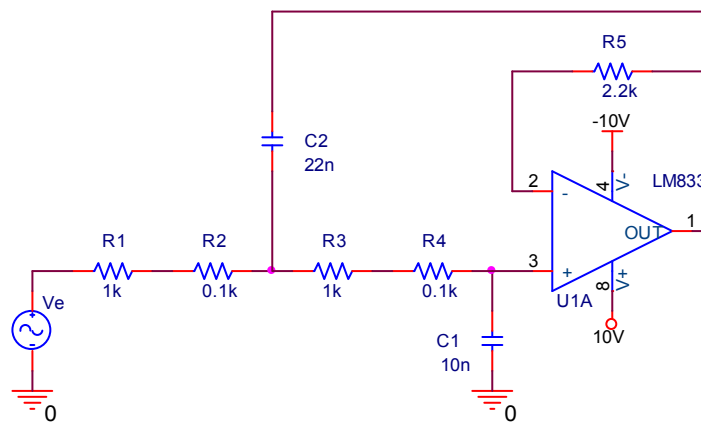
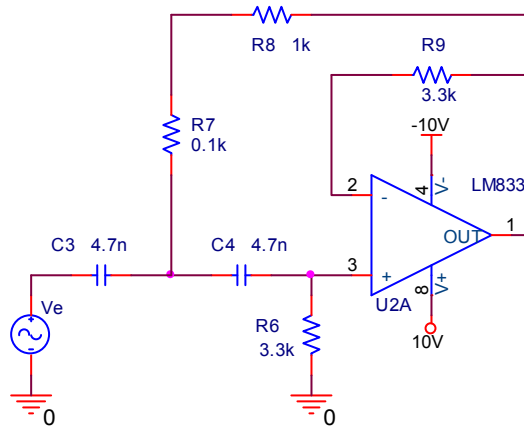

Figura 1
Figura 2
- 1) Arme el filtro pasa bajas tipo Butterworth del circuito de la figura 1 y aliméntelo con $\pm 10V$. Tenga cuidado al polarizarlo.
- 4) A continuación arme el circuito mostrado en la figura 2 (filtro pasa altas) y repita el punto 3 del desarrollo llenando la segunda columna de la tabla 1.
- 5) Ahora, conecte el filtro pasa altas de la figura 1 a la salida del filtro pasa bajas de la figura 2 para formar un filtro pasa banda.